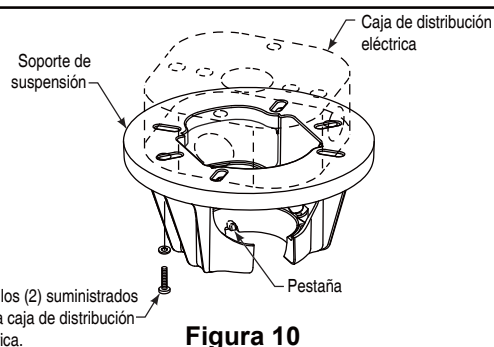

Figura 10
1. Fije bien la abrazadera para colgar a la caja de salida con los tornillos y las arandelas provistas con la caja de salida. (Figura 10)